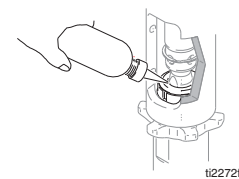

图 12
3. (图 12) 用 Graco 喉管密封液注满密封螺母。